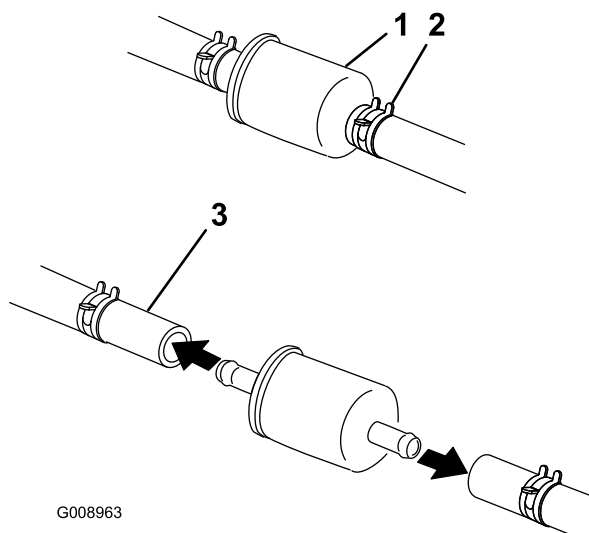

Figura 56
- Cierre la válvula de cierre de combustible, situada debajo del asiento (Figura 56).
- Apriete los extremos de las abrazaderas y deslícelas por el tubo alejándolas del filtro (Figura 56).
- Instale un filtro nuevo y acerque las abrazaderas al filtro (Figura 56).